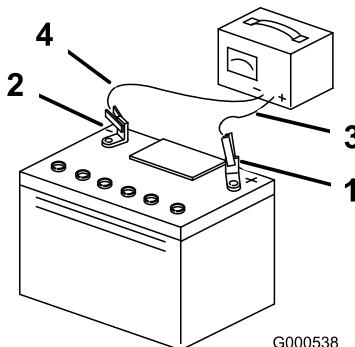

Figura 77
5. Cuando la batería esté completamente cargada, desconecte el cargador del suministro eléctrico, y desconecte los cables del cargador de los bornes de la batería (Figura 77).